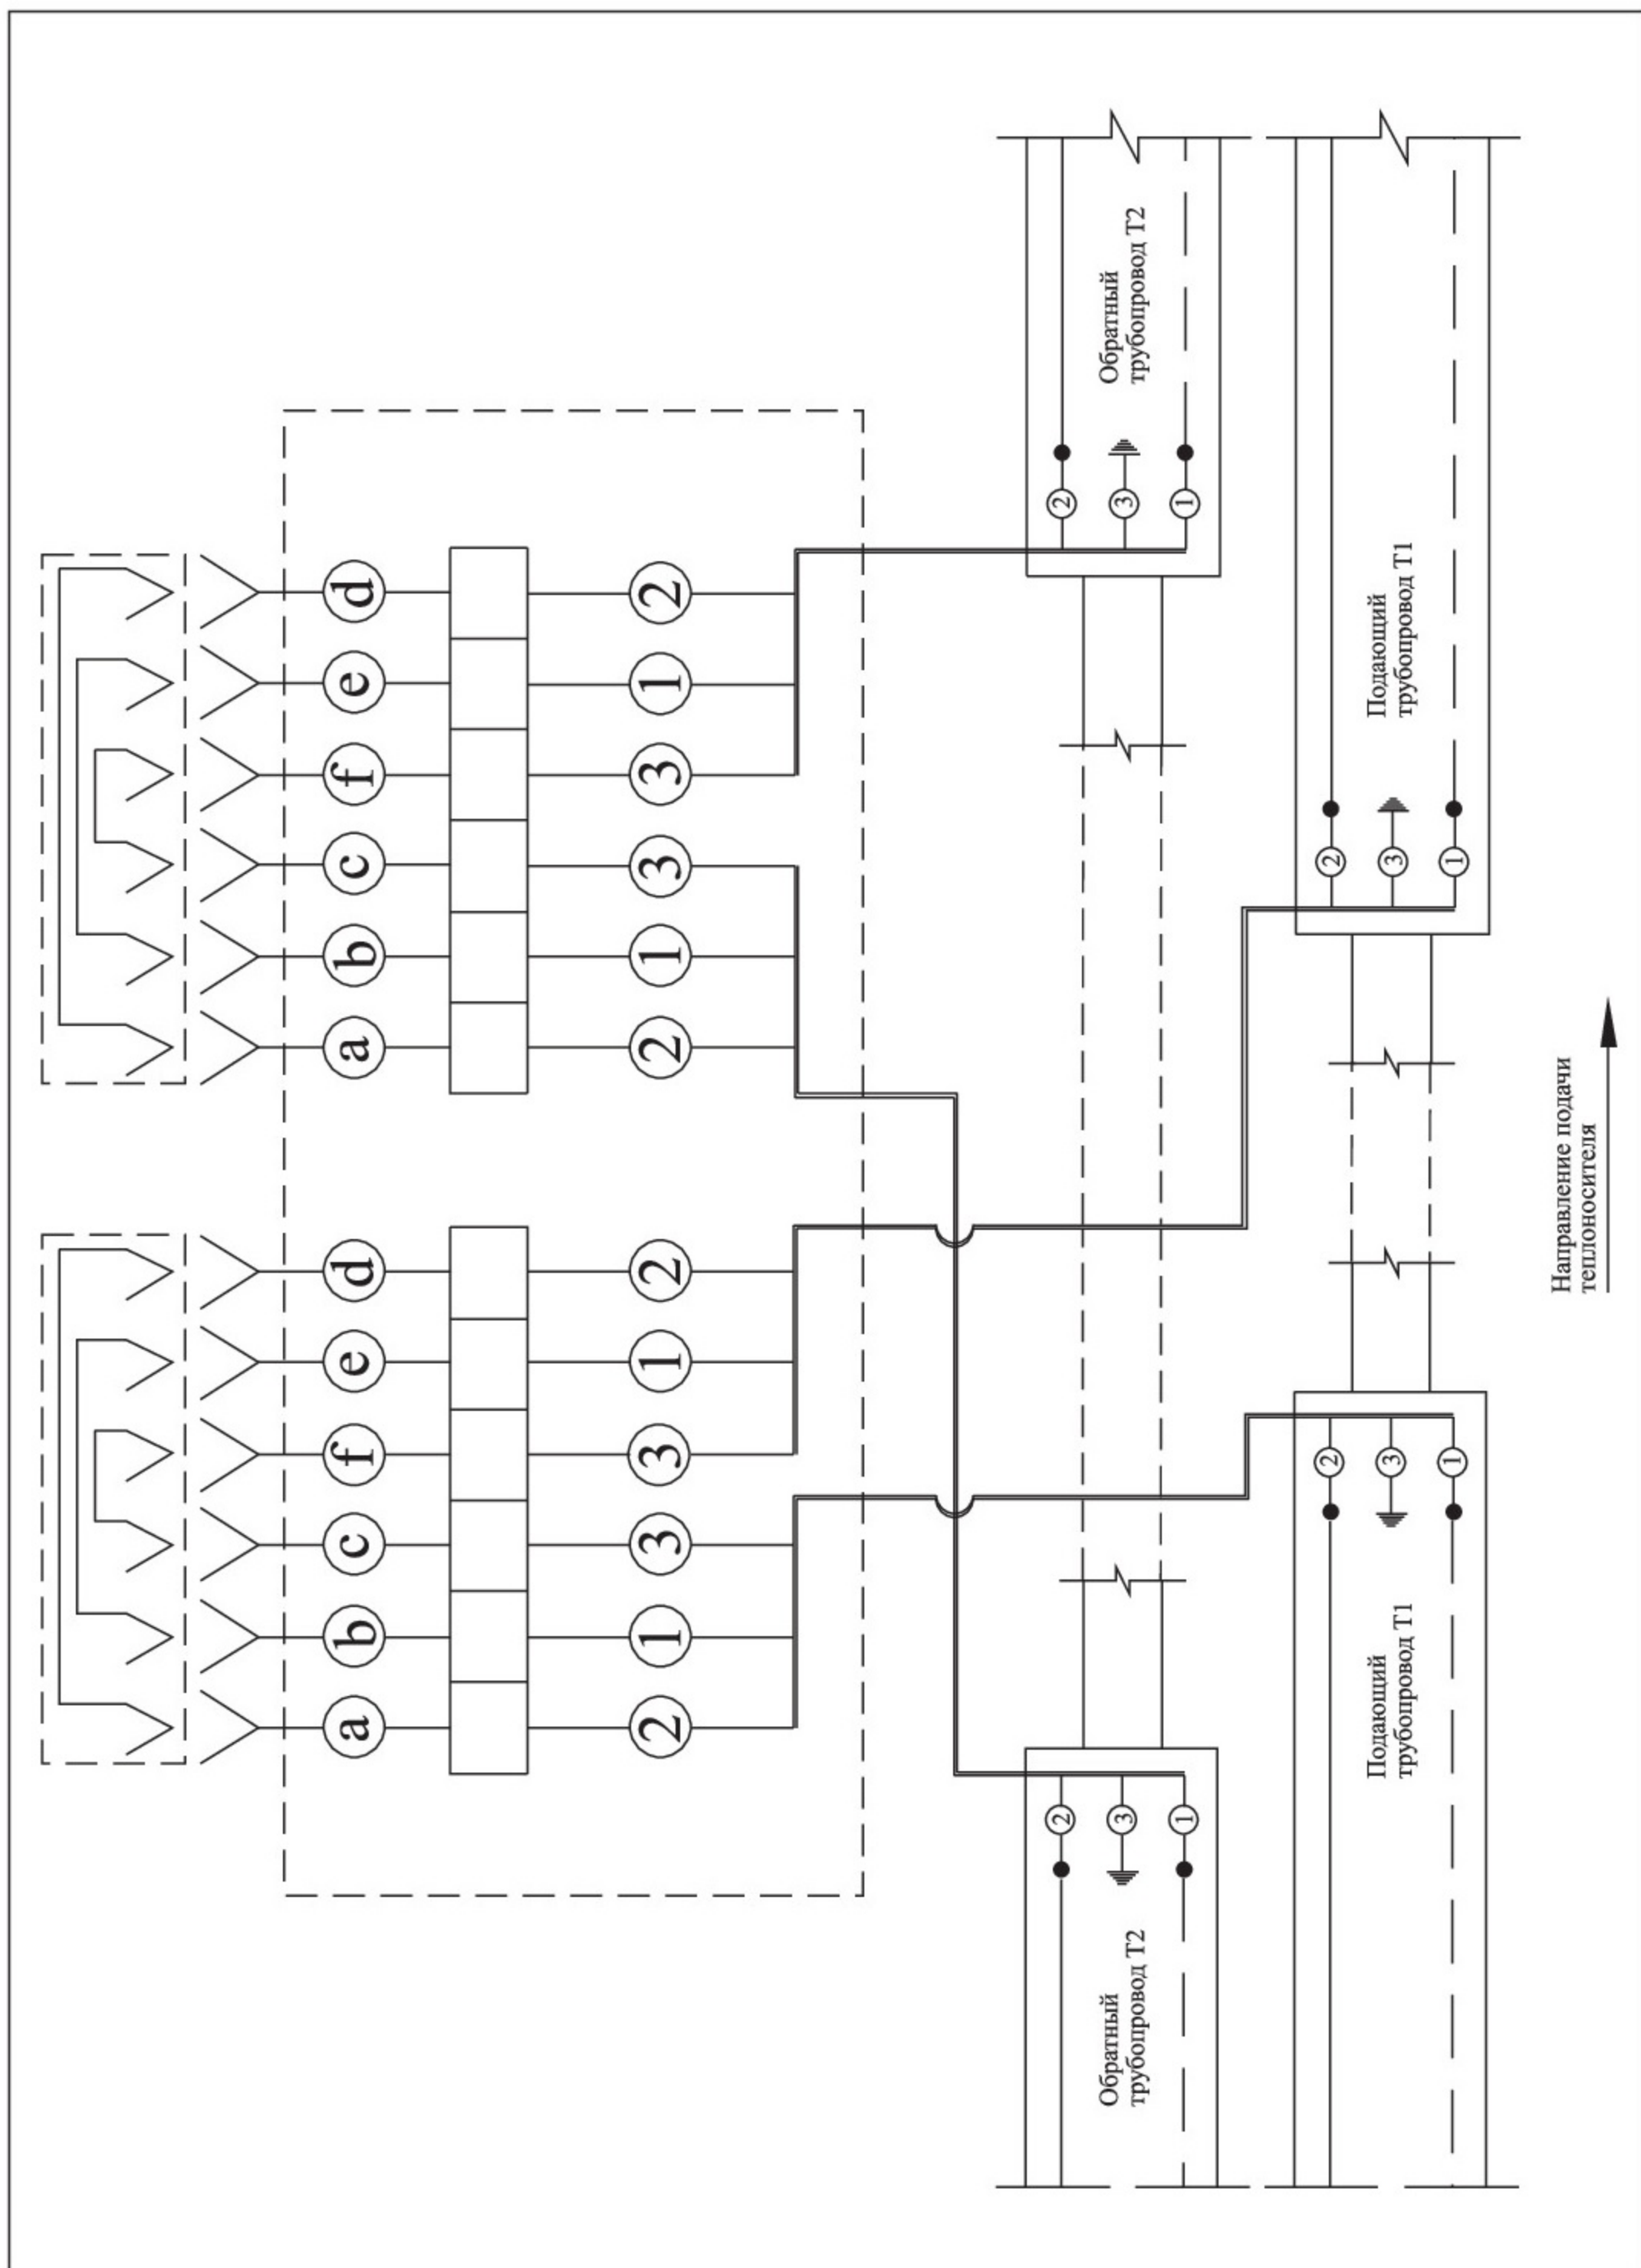

Рис. 10 Соединение двух независимых двухтрубных систем ОДК
9. Для соединения двух независимых двухтрубных систем ОДК монтаж проводников внутри терминала осуществлять по электрической схеме **Рис. 10**, а в разъем **2** установить заглушки-соединители с прозрачным (или цветным) маркером **1б**.